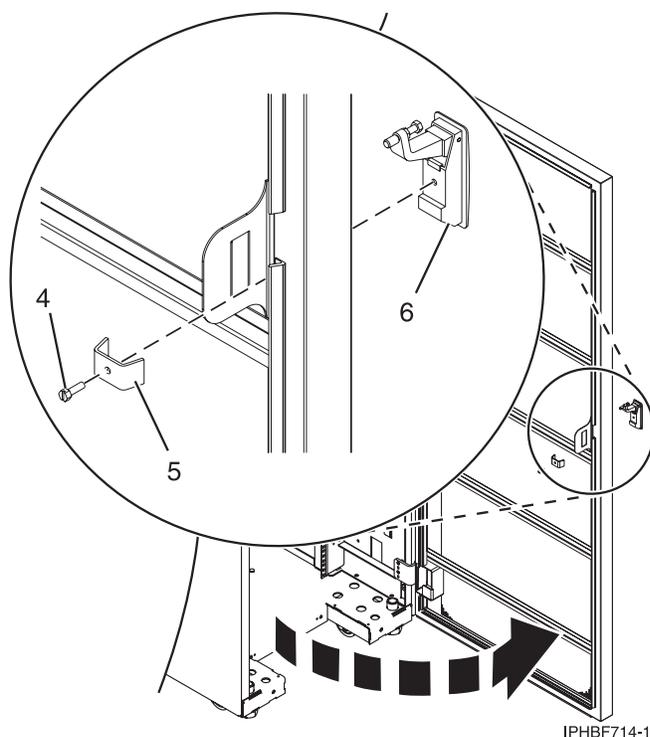

Figure 104. Retrait du loquet du volet
- b. Sur la partie intérieure du volet, retirez la vis (4) qui fixe le verrou sur le volet de l'armoire (voir la figure 104).
- c. Retirez le taquet (5).
- d. Retirez le loquet (6) situé sur la partie extérieure du volet.
- a. Sur la partie avant du volet, insérez le verrou à clé de l'armoire dans le logement du loquet (6) (voir la figure 104).
- b. Installez le verrou en fixant le support (5) à l'aide de la vis (4) sur la partie intérieure du volet.